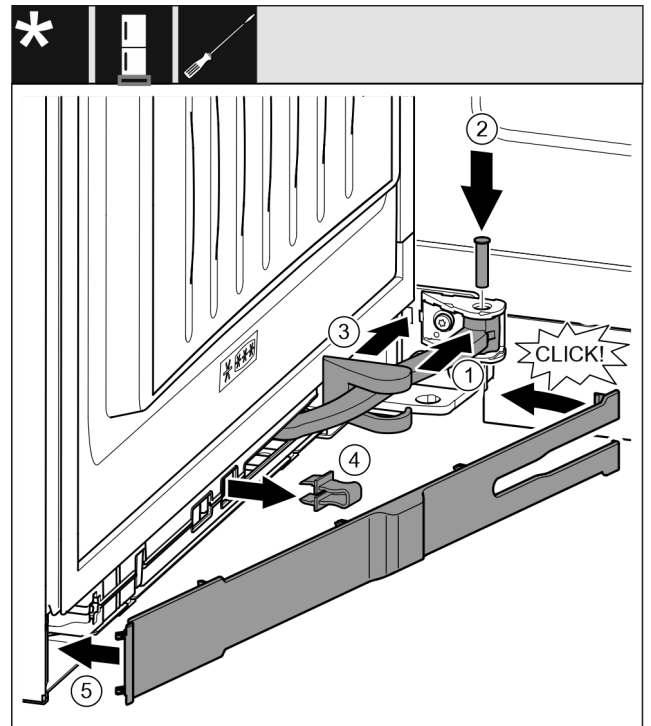

Fig. 38
- ▶ Rrotulloni menteshën në drejtimin e varjes. Fig. 38 (1)
- ▶ Vendosni bulonat me një kaçavidë T15 në vendin e varjes dhe në menteshë. Këtu bëni kujdes që gungat e kapjes të futen saktësisht në kanale. Fig. 38 (2)
- ▶ Shtyni kapakun mbulues të bazamentit mbështetës përgjatë krahut të menteshës dhe montojeni mbi vendin e varjes. Fig. 38 (3)
- ▶ Hiqni siguresën. Fig. 38 (4)
- ▶ Vendosni panelin mbulues anash dhe kthejeni për nga brenda. Fig. 38 (5)